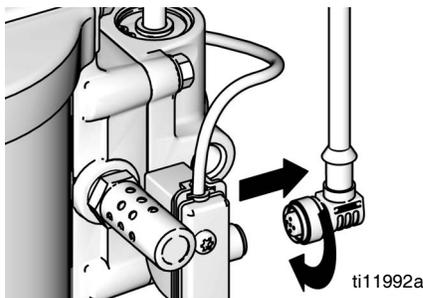

FIG. 10. Débranchement du DataTrak
1. Dévisser le câble de l'arrière de l'ensemble de commutateur à lame. Voir la FIG. 10.